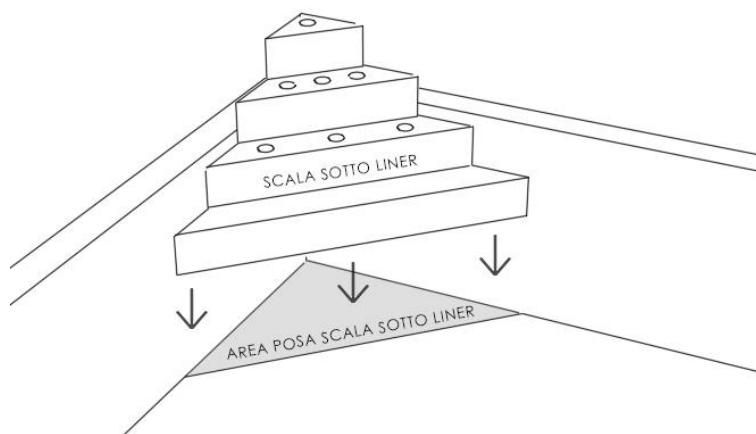

Figure 2 - Échelle de pose sous le revêtement
22. Présentez la cage d'escalier dans la position de conception et vérifiez la coplanarité de l'escalier avec les parois de la piscine, en vérifiant son angle droit à 90° (voir figure 2).